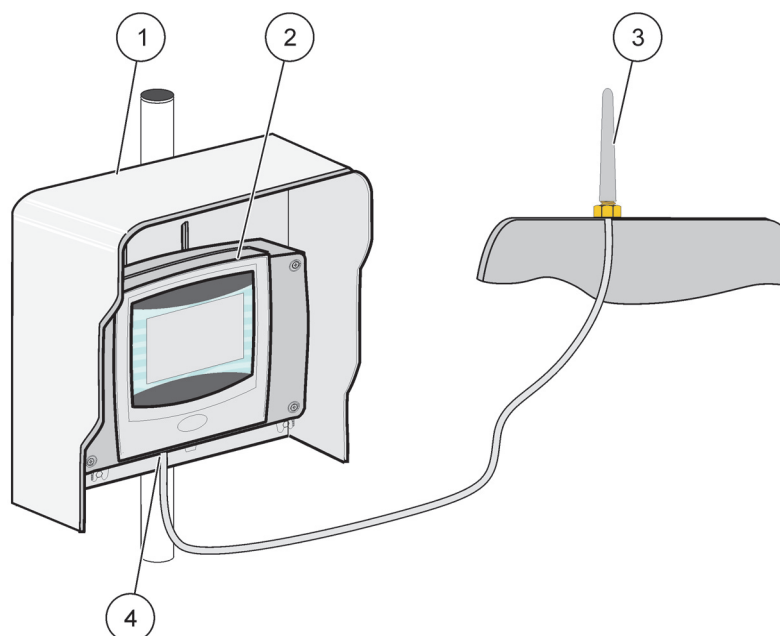

Рисунок 36 Подключение внешней GSM антенны
4. Подключите кабель антенны к разъему GSM антенны на модуле дисплея (Рисунок 7). Для соединения разъема антенны и GSM антенны используйте входящий в комплект адаптер (Рисунок 36).